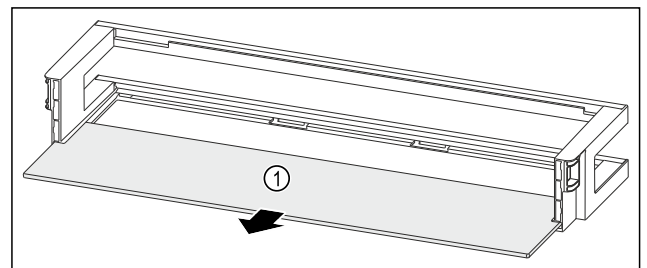

Fig. 162 Balconcino controporta con ripiano
- Rimuovere il ripiano Fig. 162 (1).